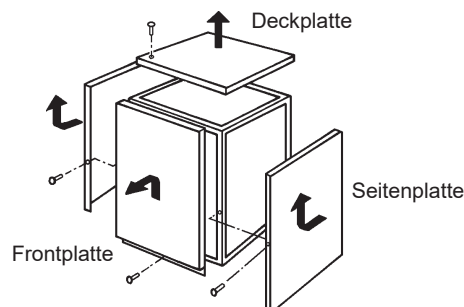

Abb. 2
- 3) Die Front-, die obere und die Seitenplatten abnehmen. Siehe Abb. 2.